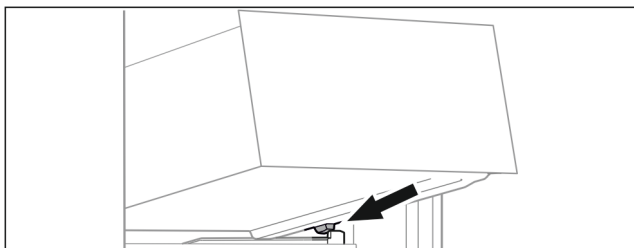

Fig. 65
- ▶ Nasadte zásuvku šikmo za zarážky na žebrování na nádoby. (viz Fig. 65)